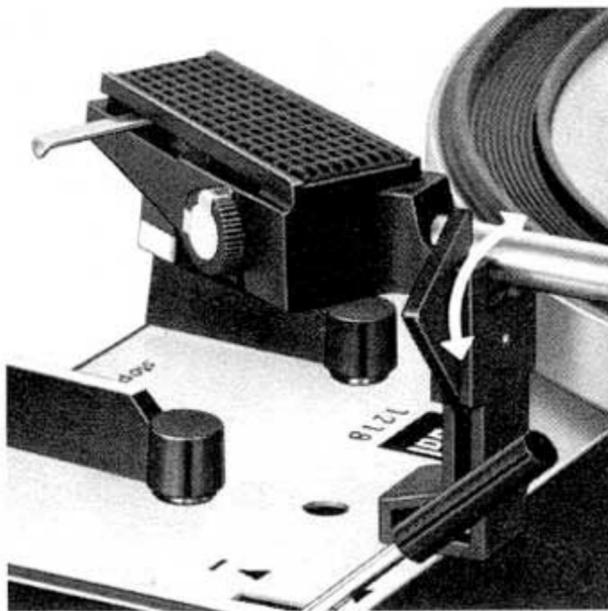

Fig. 7
Dann wählen Sie die erforderliche Plattenteller-Drehzahl ②, stellen die Drehtaste ⑬ auf den Schallplatten-Durchmesser (17, 25 oder 30 cm, bzw. 7, 10 oder 12") ein und entriegeln den Tonarm (Fig. 7). Nun ist das Gerät betriebsbereit.
Bemerkung: Nach dem Spielen der Schallplatte oder der letzten Platte eines Stapels erfolgt die Rückführung des Tonarmes und das Abschalten automatisch. Es empfiehlt sich, nach Spielende den Tonarm zu verriegeln (Fig. 7).